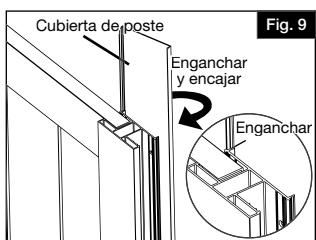

Fig. 9
6. Encazar la cubierta para poste (del kit de poste) en su lugar mientras se sostiene la cubierta aproximadamente a 6" (15.25 cm) de la parte superior del poste. Enganchar uno de los lados de la cubierta y empujar hacia abajo para enganchar el otro lado. Deslizar la cubierta hacia abajo por el poste para ocultar los tornillos (Fig. 9). Repetir lo anterior en el otro poste.